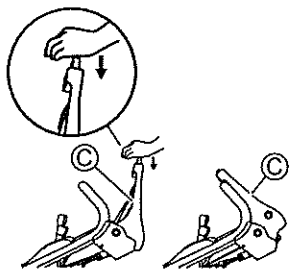

Fig. 17.
3 Empurre a alavanca da lâmina (C) para frente pressionando o botão amarelo. (Veja a fig. 17.) Em seguida, a lâmina começará a girar.